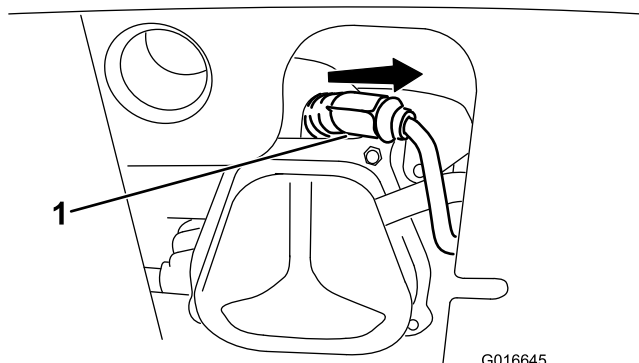

Рисунок 51
1. Снимите изоляционный колпачок (Рисунок 51).